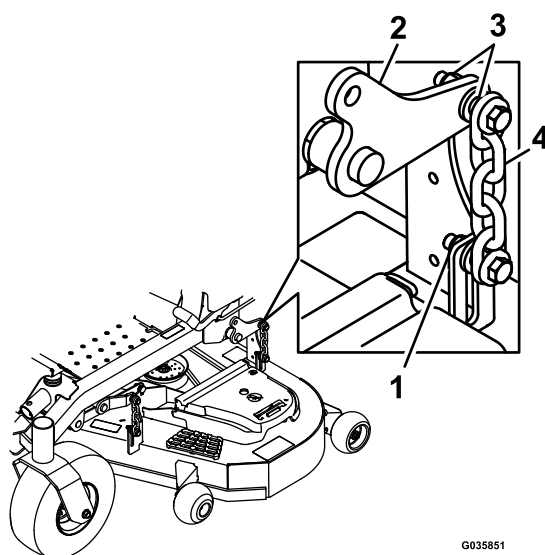

Figure 98
14. Desserrez les contre-écrous (Figure 98) aux quatre coins de sorte que le tablier repose solidement sur les 4 cales.